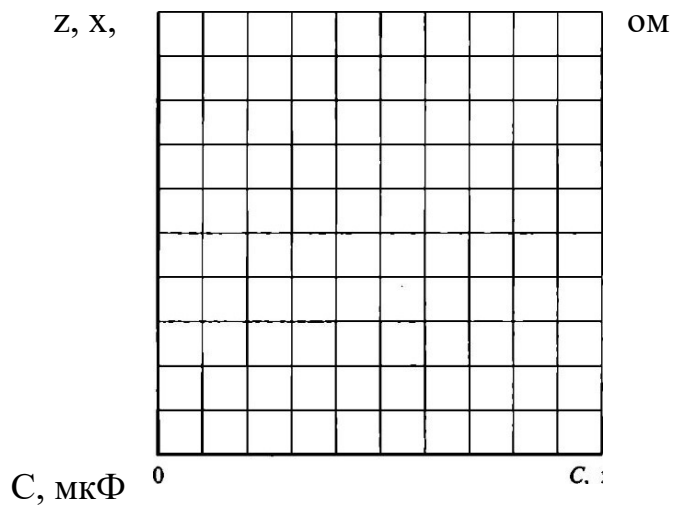

Рис. 5.3. Зависимость полного и реактивных сопротивлений ЭЦ от емкости
6.2. На основании результатов вычислений построить в одной системе координат на рис. 5.3 зависимости $Z(C)$, $X_L(C)$ или $X_C(C)$, XDC).